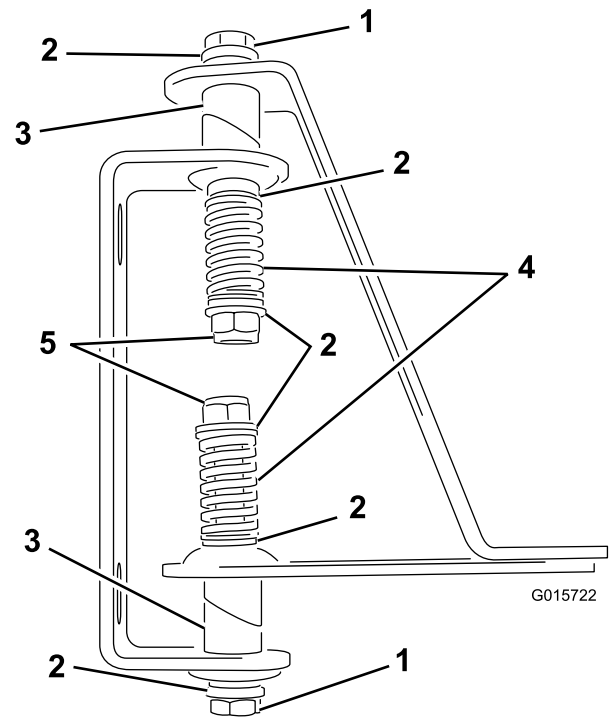

Bild 3
4. Stecken Sie die Schrauben durch die Öffnungen des geschweißten Rohrs, die Scharniere und Riemen (Bild 3).
6. Setzen Sie eine Feder auf das Ende jeder Schraube (Bild 3).